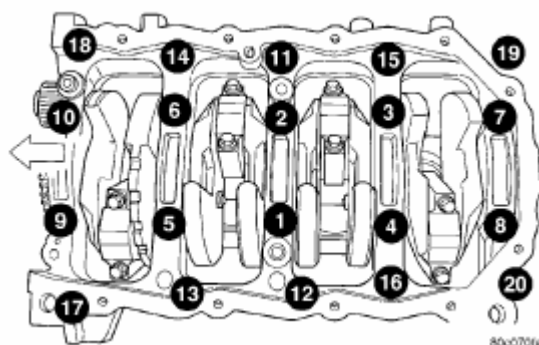

Рис. 42. Порядок затяжки болтов крышки коренных подшипников.
(12) Снять все болты крышки коренных подшипников с блока двигателя (Рис. 42).
(13) Слегка постукивая киянкой, освободить крышку коренных подшипников из центрирующих штифтов блока.